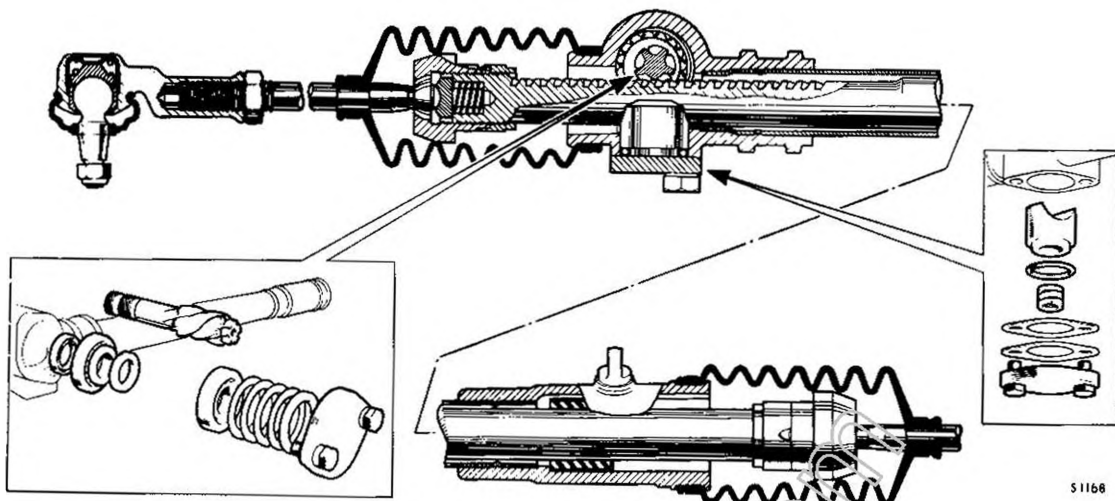

Fig. J.3
- (29) Prearico dei cuscinetti del pignone (Modelli Mk II) - Montare il pignone ed i cuscinetti come illustrato nella Figura J.3. Montare assieme alla rosetta distanziale rasamenti in numero tale da far registrare una luce di circa mm 0,25 tra la scatola della cremagliera ed il coperchio. Rimontare il coperchio e stringerlo leggermente. Misurare con spessimetro la luce A e ridurre i rasamenti di uno spessore uguale alla misura rilevata, diminuita di mm 0,05 - 0,13.
- (30) Con riferimento al punto 22: avvitare sino in fondo nell'asta della cremagliera la ghiera di bloccaggio della sede d'appoggio della testa sferica del tirante e rimontare la rosetta di sicurezza. Nei modelli sprovvisti di rosetta di sicurezza, montare una nuova ghiera. Rimontare la molla, la sede d'appoggio della testa sferica, il tirante e la calotta sferica e stringere quest'ultima sino a quando il tirante rimane bloccato. Allentare la calotta di un ottavo di giro e serrare la ghiera alla coppia prescritta. Piegare la rosetta di sicurezza nelle scanalature della calotta e della ghiera. Se non si ha rosetta di sicurezza, piegare il labbro della ghiera nelle scanalature della calotta e della cremagliera.
- (31) Prearico dell'appoggio della cremagliera (1° Tipo) - Rimontare l'appoggio con le molle a disco ma senza i rasamenti.